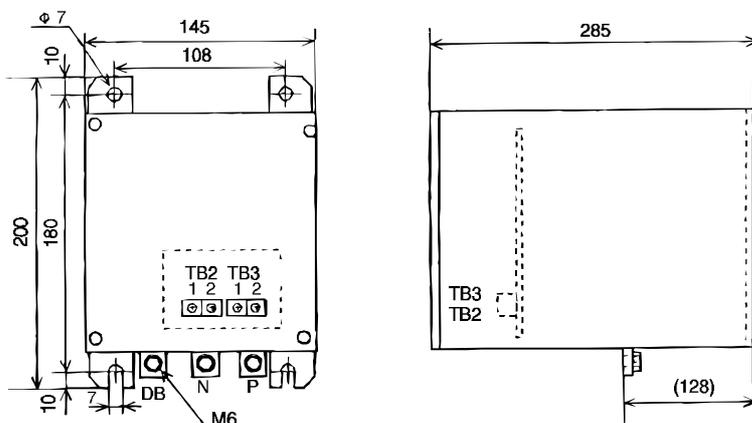

Fig 7-2
1. Quando si vuole la frenatura dinamica con inverter di taglia superiore a U2KX55K0, collegare il modulo di frenatura UADOPTDBUHO come mostrato in Fig. 7-5. Questo modulo dovrebbe essere usato al 10% o meno di ED come mostrato in Fig. 7-2. Una o due unità in parallelo possono essere usate.